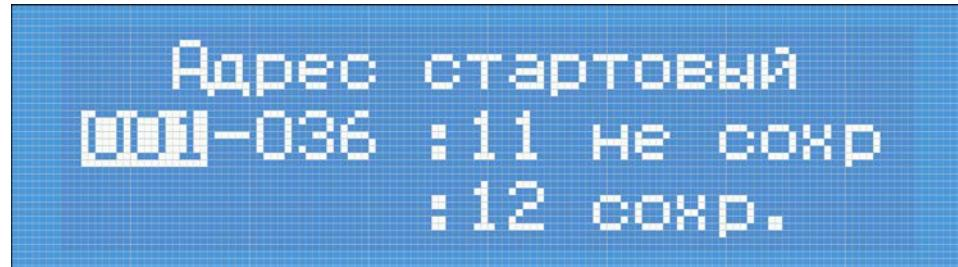

Рисунок 6: Установка стартового адреса
- Нажать на кнопку «1», после чего отобразится установленный диапазон DMX-адресов, в котором будет выделено значение стартового адреса (Рисунок 6);